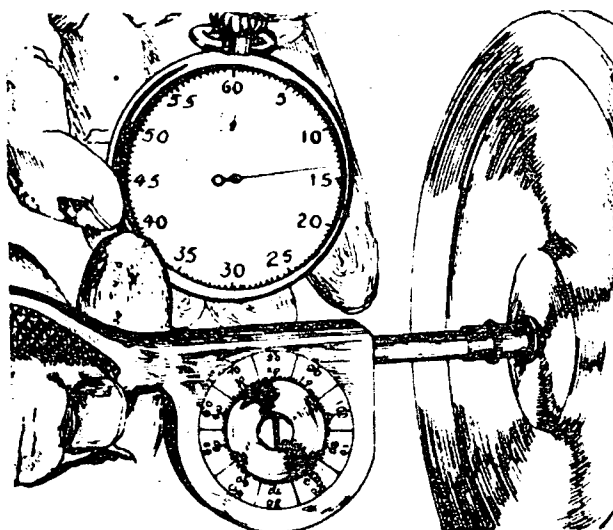

Fig. 4
- as rotações por minuto a que giram os eixos, para o qual nos valem de um tacômetro, ou como na fig. 4, de cronômetro e contagiros.